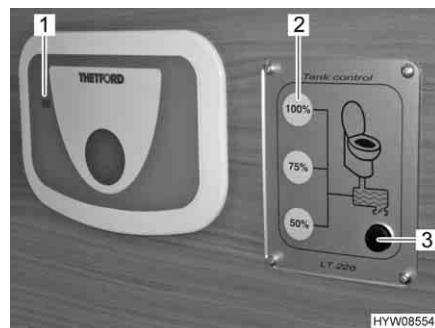

Fig. 199 Pannello di controllo (serbatoio fiscale aggiuntivo)
Quando il serbatoio fiscale della toilette è pieno e la spia di controllo (Fig. 199,1) accanto al pulsante dello sciacquone si accende, grazie ad una pompa elettrica si può svuotare il contenuto del serbatoio fiscale in un altro serbatoio fiscale aggiuntivo.
- Premere e tenere premuto il tasto (Fig. 199,3) per la pompa.
- Quando l'indicatore di livello (Fig. 199,2) del serbatoio fiscale aggiuntivo visualizza 100 %, rilasciare il tasto. Significa che il serbatoio fiscale aggiuntivo è pieno.